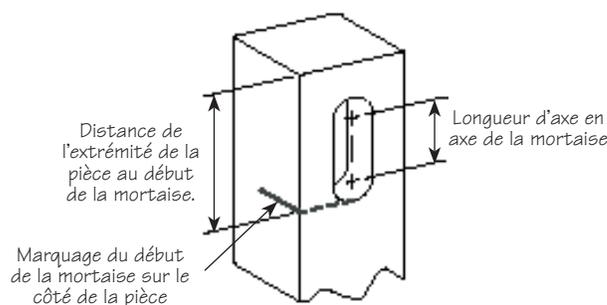

Figure 11: Dimensions de la mortaise.
- Dans une chute de bois, taillez une cale d'espacement de la même longueur que la longueur d'axe en axe de la mortaise (voir la **figure 11**).
- Comme le montre la **figure 11**, marquez d'un trait de crayon le côté de la pièce à usiner afin de définir une extrémité de la mortaise (le repère sur le côté de la pièce sera visible lorsque la
Figure 13: Marquage du début de travail de la fraise. Le trait devra dépasser la largeur de la pièce à usiner. Le trait correspond à celui illustré sur la **figure 11**.
- Coulissez le guide vers l'avant jusqu'à ce que la butée d'arrêt avant entre en contact avec la butée de positionnement avant. Positionnez la pièce face contre la table de façon à aligner le repère du côté de la pièce avec le repère sur la table. Assurez-vous que la pièce est orientée de manière à ce que la mortaise soit usinée du côté voulu du repère lorsque vous pousserez le guide vers l'avant (voir les **figures 11** et **14**). Les repères étant alignés, fixez la pièce sur le guide.